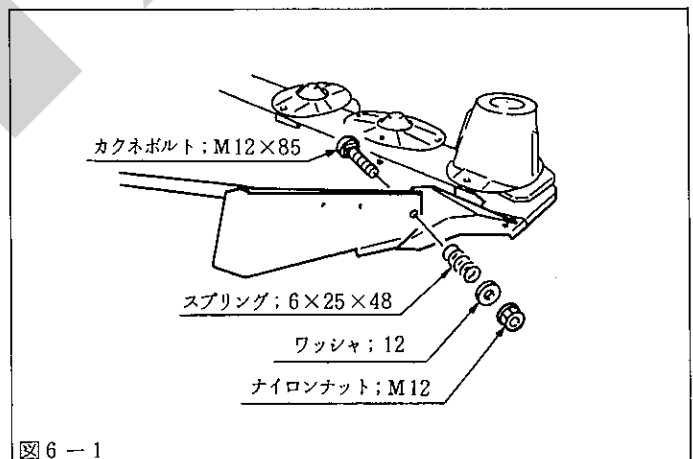

図6-1
(1) グラスボード；L、Rをそれぞれインナ、アウト側のガラスボードブラケットに取付けます。(図6-1)